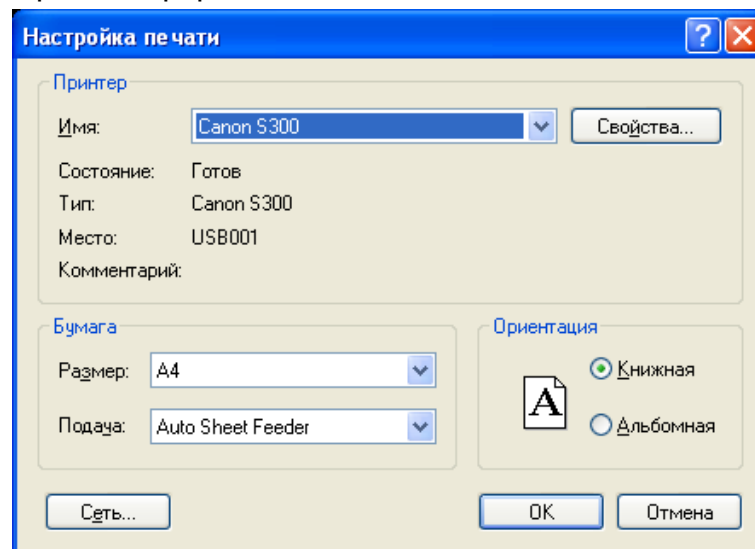

Рисунок 5.34 - Диалоговое окно "Настройка печати"
- В открывшемся окне (рис. 5.34) выбрать тип принтера, размеры бумаги и ориентацию листа – «**Книжная**» для чертежей формата **A4** или «**Альбомная**» для чертежей формата **A3**.